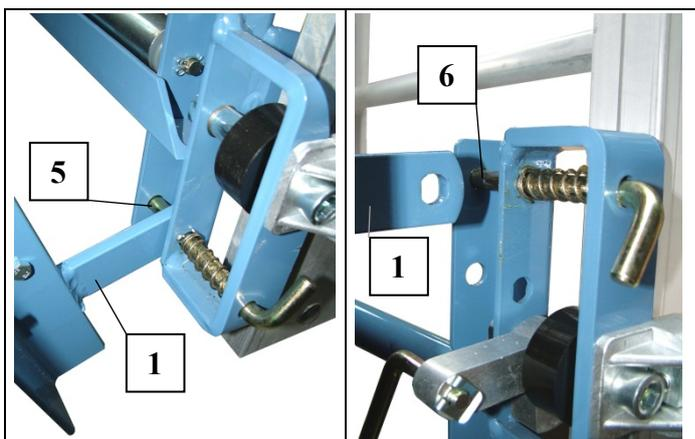

Fig. 42 Montarea platformei universale
- Platforma variabilă (ca platforma universală) se agăță în cele două blocatoare cu resort inferioare ale saniei și se scoate din cele două blocatoare cu resort superioare (vezi Fig. 42).
- Se scoate tija suportului (4).
- Se trage și se rabatează țeava telescopică (8) din șurubul de prindere (9).
- Țeava telescopică (8) se scoate din nou.